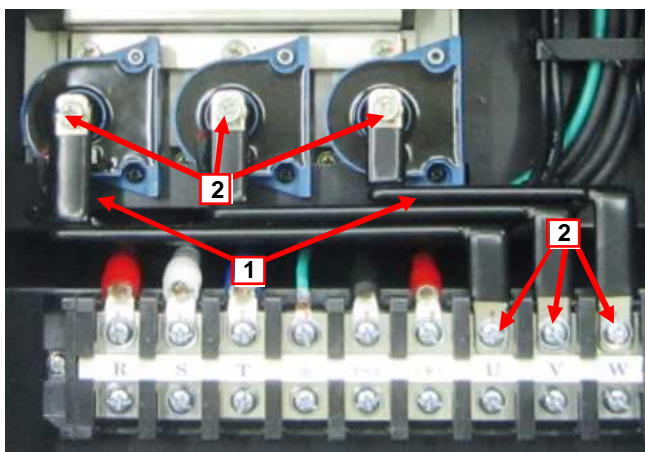

Рис. 7.19. Установка планки датчиков тока и силовых выходных шин.
7.17.1. Установить планку датчиков тока, как показано на рис.7.19.
7.17.2. Закрепить планку винтами 1 (рис.7.19).
7.17.3. Установить выходные силовые шины и закрепить их винтами 2 (рис.7.19).